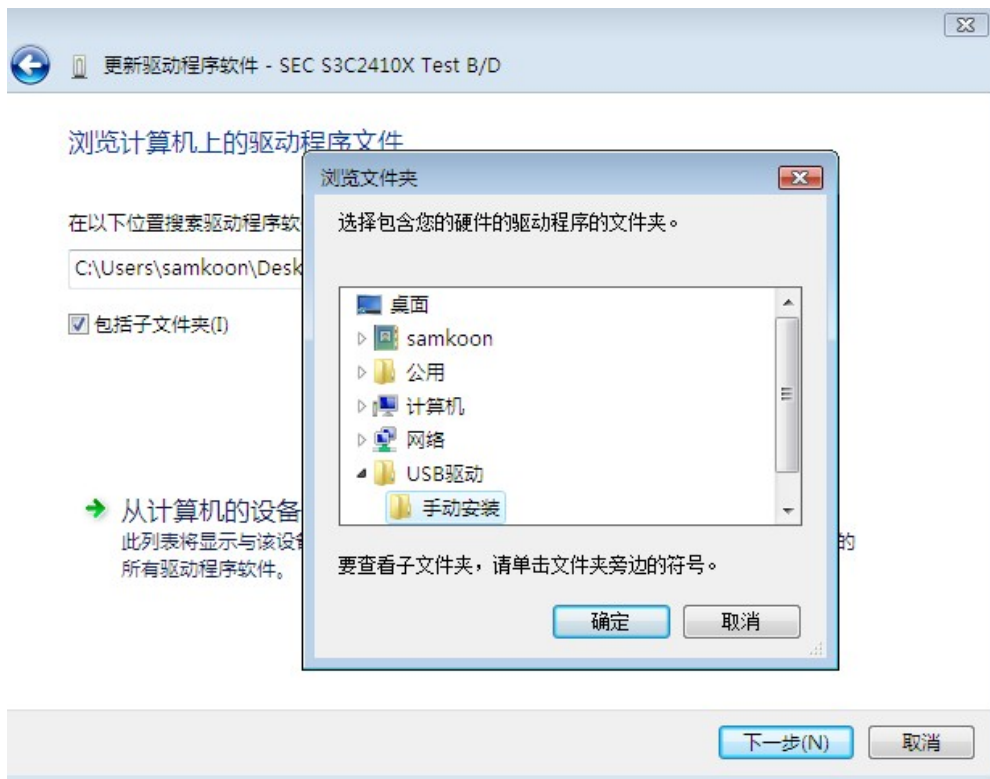

图 2-20 VISTA 选择手动安装画面
- 然后浏览选择“手动安装”目录，选择“下一步”，如图 2-20 所示：